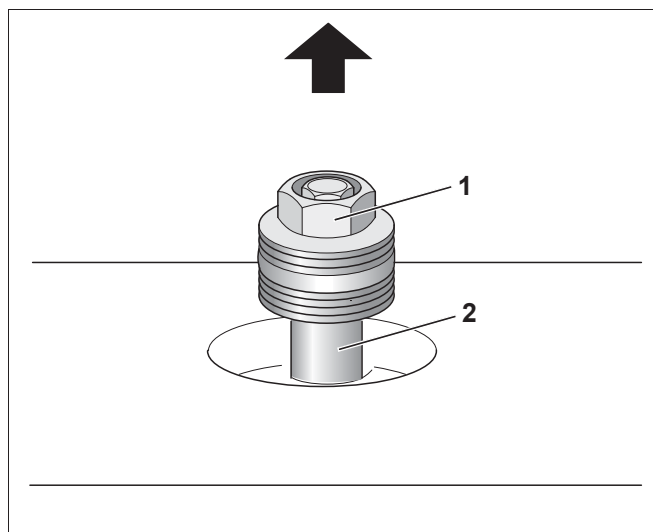

Рис. 15 Замена магниевого анода
- ▶ Отверните шестигранник (рис. 15, [1]) магниевого анода накидным гаечным ключом SW 32.
- ▶ Выверните анод (рис. 15, [2]).
- ▶ Если магниевый анод изношен, то установка нового производится так, как показано на рис. 15, стр. 18.